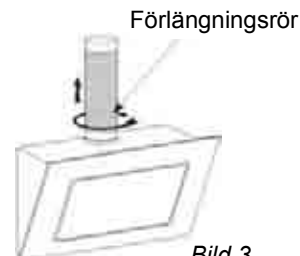

Bild 3
- Installera förlängningsröret och anslut till skorstenen på spiskåpan. Se Bild 3.